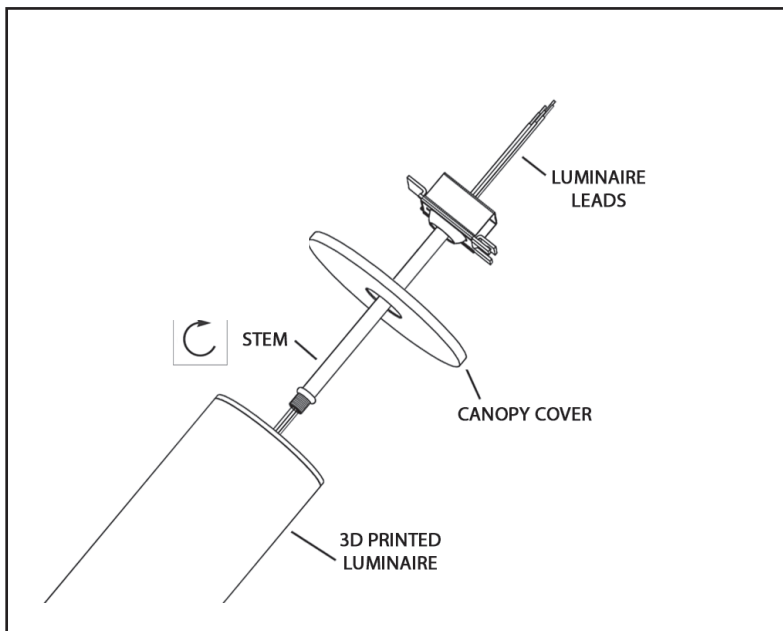

Figura 8
11. Fije el conjunto de la **varilla** a la **luminaria impresa en 3D** enroscándola en el sentido de las agujas del reloj (Figura 8).